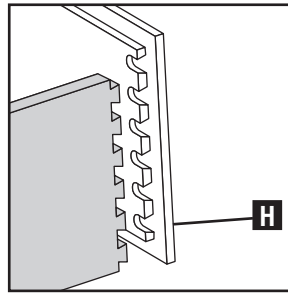

Fig. G1
Las colas de milano semiciegas con reborde en general se usan para armar los frentes de las gavetas (H) Fig. G1 con reborde.
- El frente de una gaveta con **reborde** como se muestra en la Fig. G1.